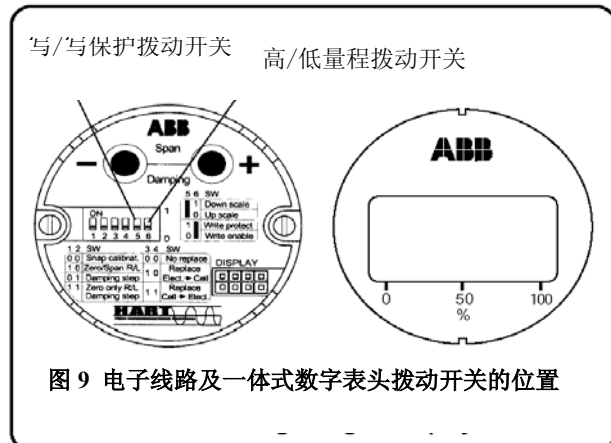

图 9 电子线路及一体式数字表头拨动开关的位置
- iii) 位于电子模块上的写保护拨动开关处于 OFF（关闭）位置（可以写入）。通过旋开端子盖相反一侧的辅助单元外壳盖，可以接近拨动开关（见图 9）。
- iv) 高/低报拨动开关位于所需功能的位置上：ON（开，低报），OFF（关，高报）（见图 9）。